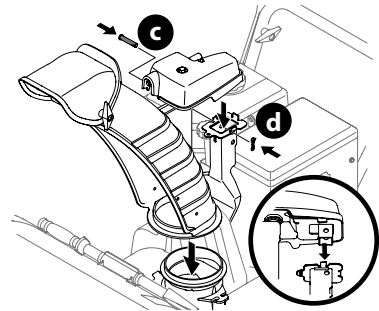

Figure 8
2. Fixez la tête de commande au support de la goulotte avec l'axe de chape (c) et la goupille fendue (d) retirés à l'étape 1. Voir Figure 8.